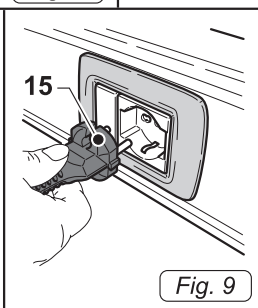

Fig. 9
- Staccare la spina (15 Fig. 9) dalla presa di corrente.
- Inserire la spina (15 Fig. 9) nella presa di corrente.